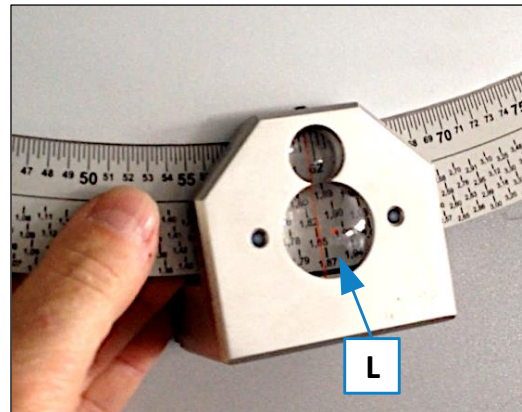

Abbildung 10: Faktor an Skala einstellen
4. Wie in \Rightarrow Abbildung 10 gezeigt, den Drehteller nun mit der großen Lupe (L) auf den Faktor 1,8 einstellen und klemmen.